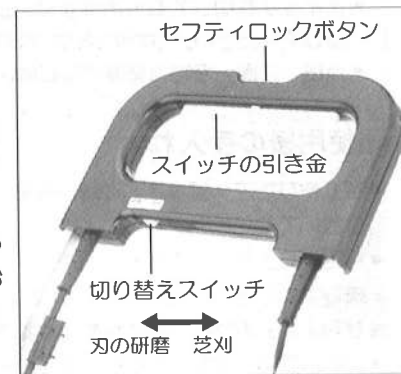

図12
- スイッチはセフティロックボタンを押した状態でスイッチの引き金を引いてください。(図12参照)
- 芝刈・研磨切り替えスイッチは、芝を刈るときには芝刈り側へ、ラッピング研磨をおこなう時は刃の研磨側へスライドさせてください。(図12参照)